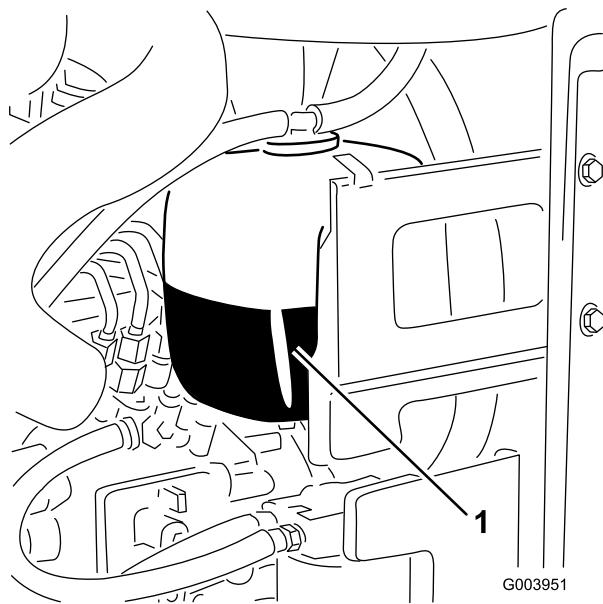

Figure 34
- Vérifiez le niveau du liquide de refroidissement dans le vase d'expansion (Figure 34).